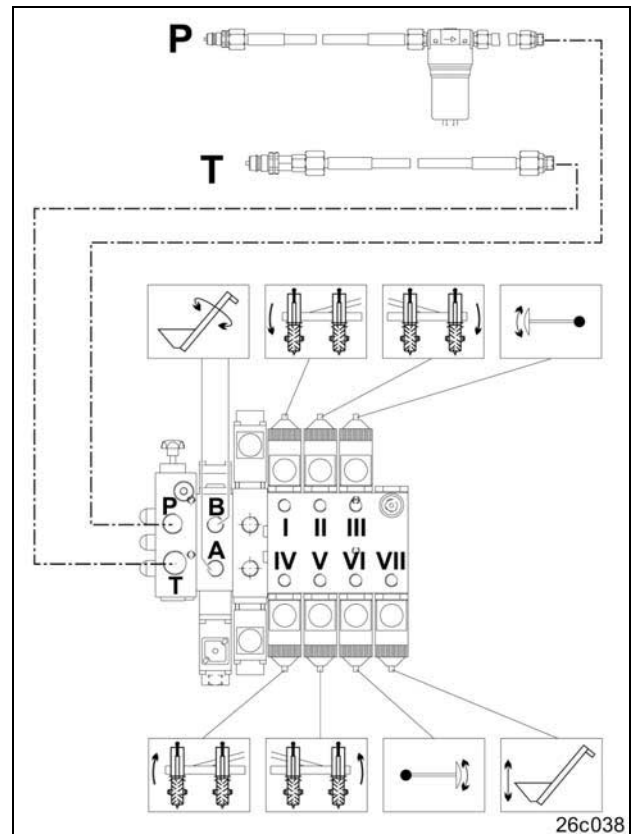

Fig. 57
- enkelwerkend regelventiel voor aansluiten van de persleiding (Fig. 57/P).
- drukloze retour voor aansluiting van de retourleiding (Fig. 57/T).